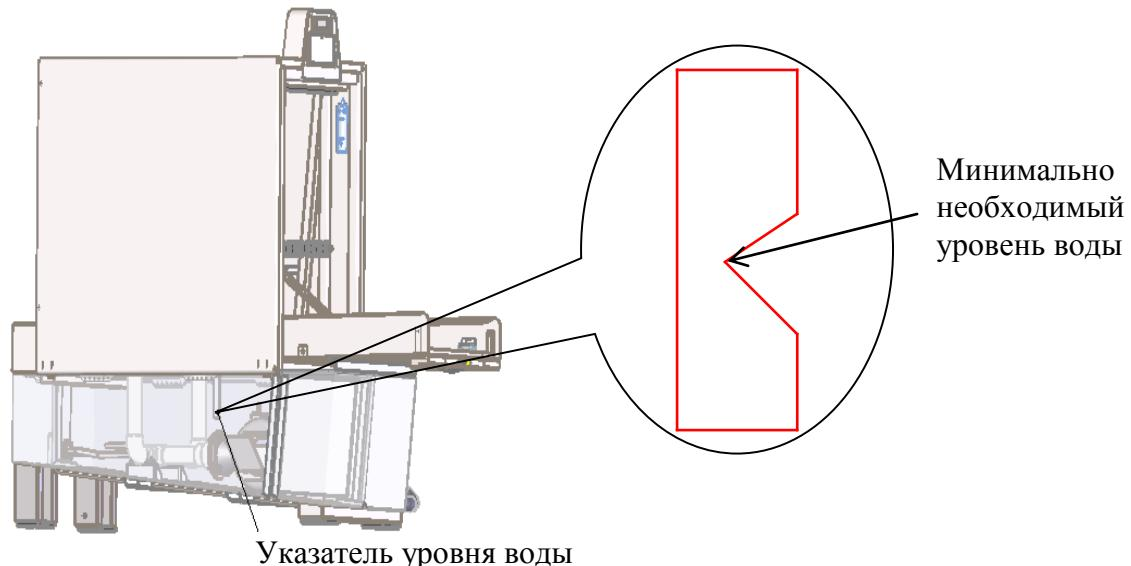

Рис. 4
4.4. Наполнить ванну водой до отметки красного указателя, который расположен внизу моющего отделения между валами рис. 4.
5.1. Для эксплуатации изделие требуется проверить уровень воды в ванне по красному индикатору внутри моющего отделения рис.4.